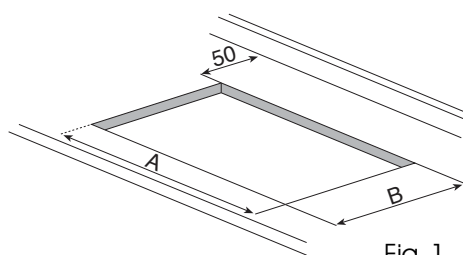
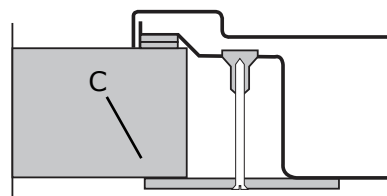

Fig. 1
Fig. 2a
Inbyggnadshällarna är framtagna för att kunna monteras i bänkstommar med bänkskivor i varierande material och med en tjocklek på 3-4 cm. För att undvika att den bakre väggen och sidoväggarna blir för varma bör håltagningen göras med ett avstånd till bänkskivans bakre kant på minst 45-50 mm (se fig. 1) och med hänsyn till produktens specifika hålmått.
Inbyggnadshällarna måste placeras i (se fig. 1) och fixeras (se fig. 2a och 2b) med monteringsclipsen och medföljande tätningslister (C) monteras mellan bänkskiva och hällen. Inbyggnadshällen kan även monteras ovanför en inbyggnadsugn, men var noga med att kontrollera hur elkabeln går och säkerställ att den inte kommer i kontakt med några varma ytor (50°C över rumstemperatur).